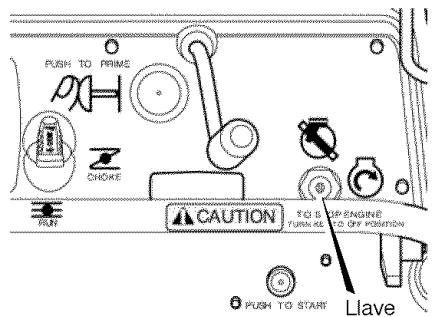

Figura 11
5. (**Arranque eléctrico**) Coloque la **llave** en la posición de ARRANQUE (vea la Figura 11). Para prolongar la vida útil del motor de arranque, no lo arranque por más de 5 segundos a la vez. Espere un minuto entre arranques para permitir que el motor de arranque se enfríe.
6. (**Arranque manual**) Coloque la **llave** en la posición de ENCENDIDO (vea la Figura 11). Jale lentamente la **manija de arranque manual** hasta que sienta resis-